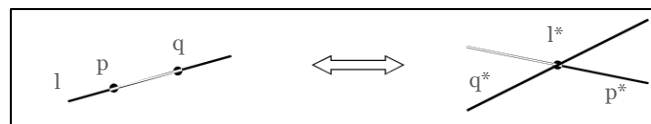

Figura 12.8. Transformación dual de dos puntos sobre la recta que los contiene
- » Si una línea  $l$  pasa por los puntos  $p$  y  $q$ , entonces las rectas duales  $p^*$  y  $q^*$  contienen al punto dual  $l^*$  (figura 12.8)